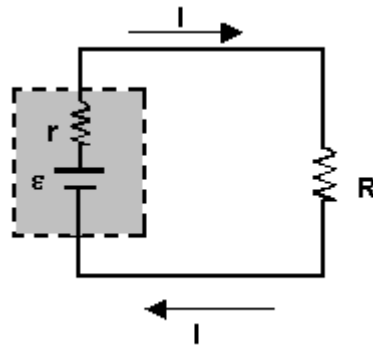

Figura 11.2: *Fem* real ligada a uma carga resistiva R
A curva característica de elemento resistivo pode ser obtido, em geral, realizando medidas de corrente e ddp num circuito como o esquematizado na figura 11.2. Os elementos resistivos são duas lâmpadas cuja tensão máxima, em cada uma é de 6,5 V.
1. Monte um circuito como o mostrado na figura 11.2, primeiro com uma duas lâmpadas, primeiro em série e depois em paralelo.